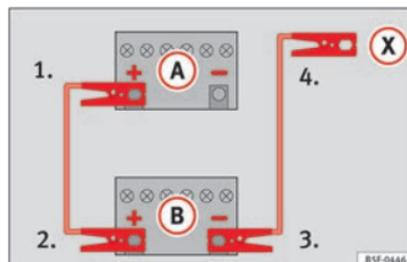

Fig. 77 Schéma de branchement pour les véhicules non équipés du système Start-Stop.
cule dont la batterie est déchargée (A) »» fig. 77.
3. Raccordez l'autre extrémité du câble de démarrage rouge à la borne positive (+) du véhicule fournissant le courant (B).
4. Sur les véhicules sans système Start-Stop : raccordez une extrémité du câble d'urgence noir à la borne négative (-) du véhicule fournissant le courant (B) »» fig. 77.